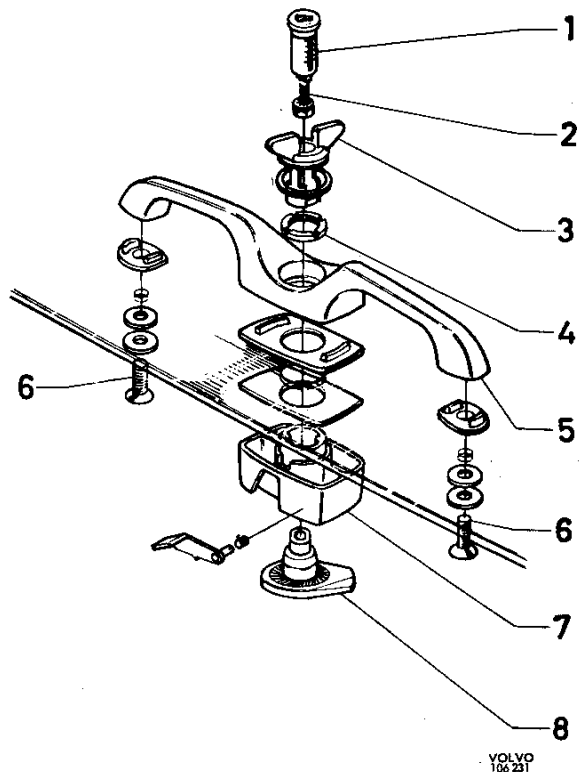

Abb. 8-7 Schließgriff mit Heckklappenschloß, 1800 ES, zerlegt
1. Befestigungsschrauben für den Schließgriff (6, Abb. 8-7) lösen.
2. Zentrumschraube (2) lösen und den Schließzylinder mit der Schraube nach außen drücken. Schließzylinder und Zentrumschraube herausnehmen.
3. Schließkeil (8) 1/4 Drehung verstellen und zusammen mit dem Knebel (3) ausbauen.
4. Nutmutter (4) mit einer Winkelspitzzange lösen und schließlich den Schließgriff (5) und das Schloßgehäuse (7) abnehmen.